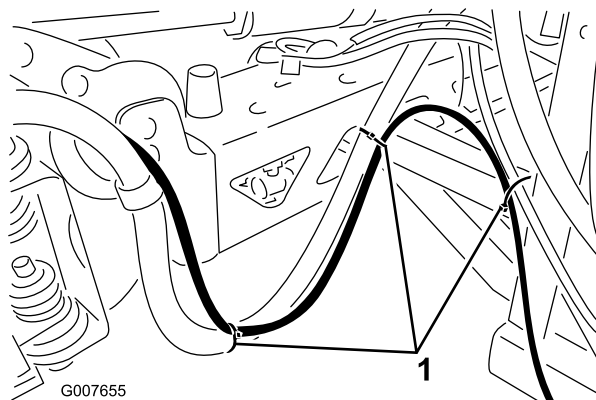

Figura 9
- C. Continue a encaminhar o tubo ao longo do tubo de alimentação da rampa existente. Utilize braçadeiras de plástico para prender o tubo ao tirante nas posições mostradas em Figura 9.